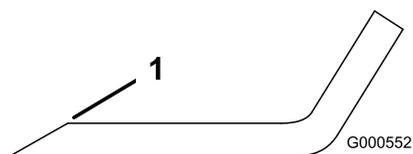

**Figura 48**
Tenete l'estremità della lama con un cencio o un guanto bene imbottito. Togliete il bullone, la rondella curva, il rinforzo della lama e quest'ultima dall'asse del fusello (Figura 48).
1. Montate la lama sull'asse del fusello (Figura 48).
- Montate il rinforzo della lama, la rondella curva (lato concavo verso la lama) ed il bullone della lama (Figura 48).